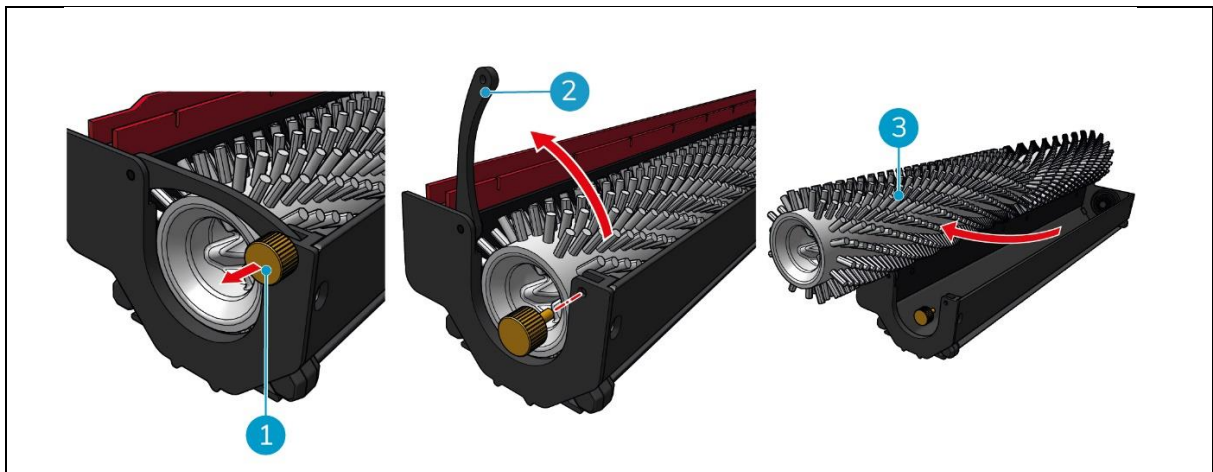

Abbildung 36
2. Entfernen Sie die Schraube (Abbildung 36, Pos. 1), indem Sie sie gegen den Uhrzeigersinn drehen, und öffnen Sie vorsichtig den Hebel (Abbildung 36, Pos. 2).
3. Entfernen Sie die Walzenbürste (Abbildung 36, Pos. 3) aus der Halterung, um sie gründlich zu reinigen oder durch eine neue zu ersetzen.